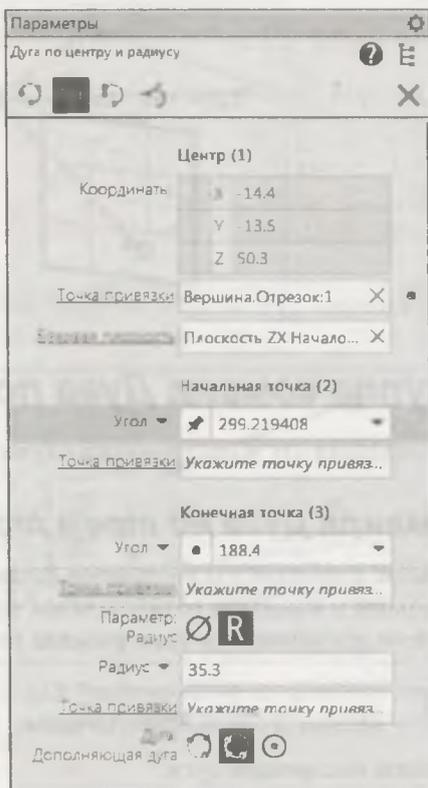

Рис. 22.5. Панель Параметры:
- ◆ укажите центральную точку дуги 1. Ее можно задать ЛК мыши в окне модели, либо связать с имеющимся точечным объектом, либо нажать кнопку Построение точки на панели Параметры: Дуга по центру и радиусу (рис. 22.5) справа от поля Точка привязки. Далее система автоматически определит положение дуги. Она проходит через ее центр параллельно базовой плоскости;